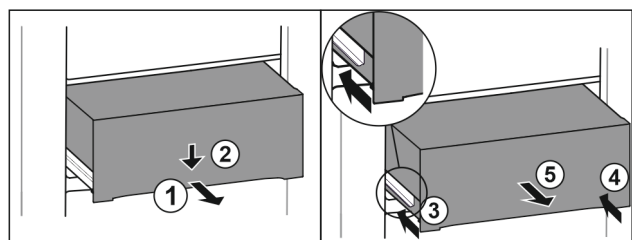

Fig. 139
- ▶ Trekk skuffen ut halvveis. Fig. 139 (1)
- ▶ Skyv skuffen foran nedover. Fig. 139 (2)
- ▶ Sett inn den venstre skinnen ca. 2 cm. Fig. 139 (3)
- ▶ Sett inn den høyre skinnen ca. 2 cm. Fig. 139 (4)
- ▶ Ta ut skuffen framover. Fig. 139 (5)